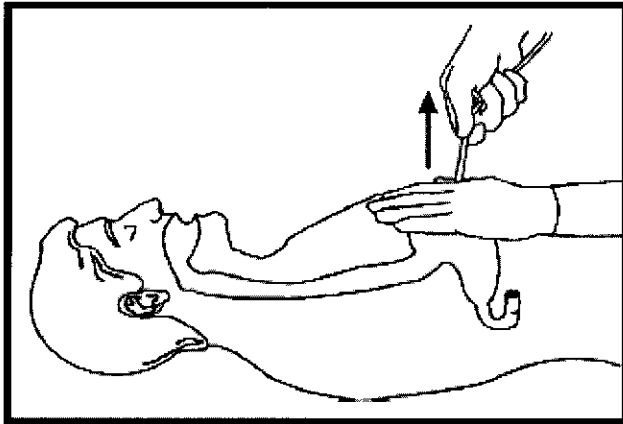

Figura 13
- Puede extraer la sonda para GEP tirando y empujando si la agarra cerca de la línea de la piel y coloca la otra mano en torno al punto del estoma para, a continuación, tirar hacia arriba de la sonda para GEP (figura 13).